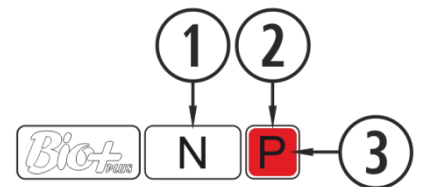

Figure 4
Pour réaliser l'allumage il faut presser la touche Ⓞ (bouton marche - arrêt) du panneau de commandes. Le voyant ③ de la Figure 4 changera de couleur, au fur et à mesure que le poêle passe par les différentes phases d'allumage.